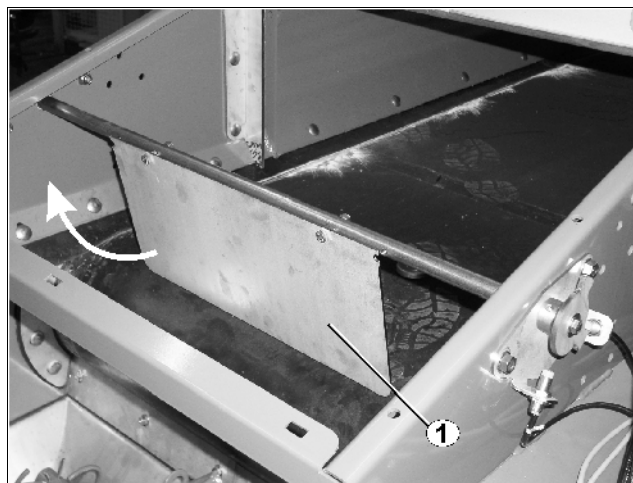

Рис. 44
- Также ежедневно проверяйте легкость хода регулировочной заслонки (Рис. 44/1), при необходимости переставляйте регулировочные кольца.